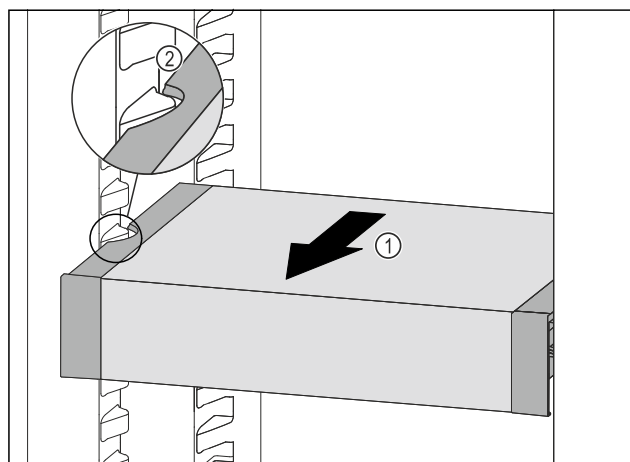

Fig. 119
- Táhněte VarioSafe dopředu Fig. 119 (1), dokud nebudou boční vybrání VarioSafe na úrovni žebrování na nádoby v chladničce. Fig. 119 (2)